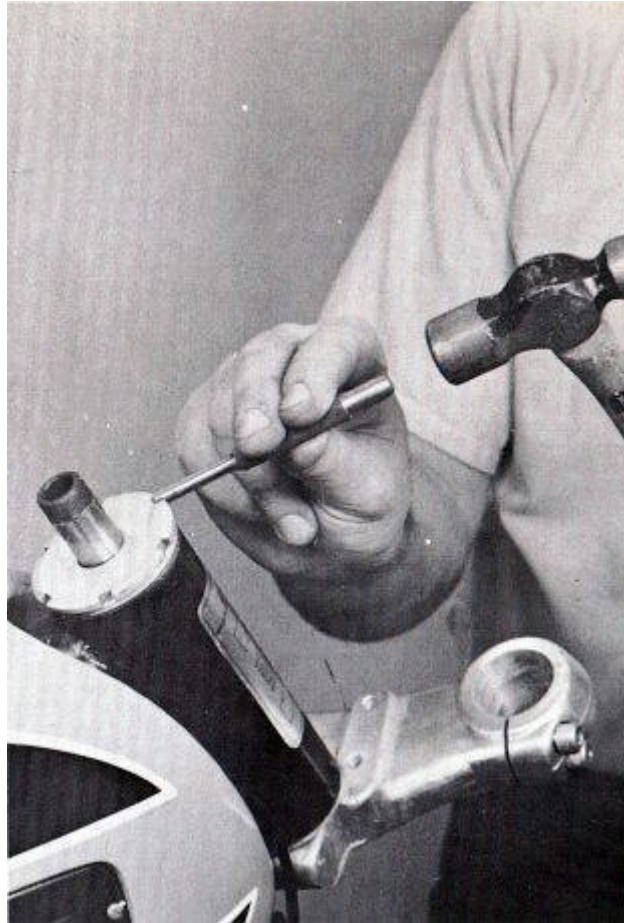

FIG. 162
11. Afloje la tuerca de la columna de dirección cuello. (Fig. 162) Por lo general, se puede convertir al golpearla suavemente en sentido antihorario con un punzón y un martillo extremo romo.